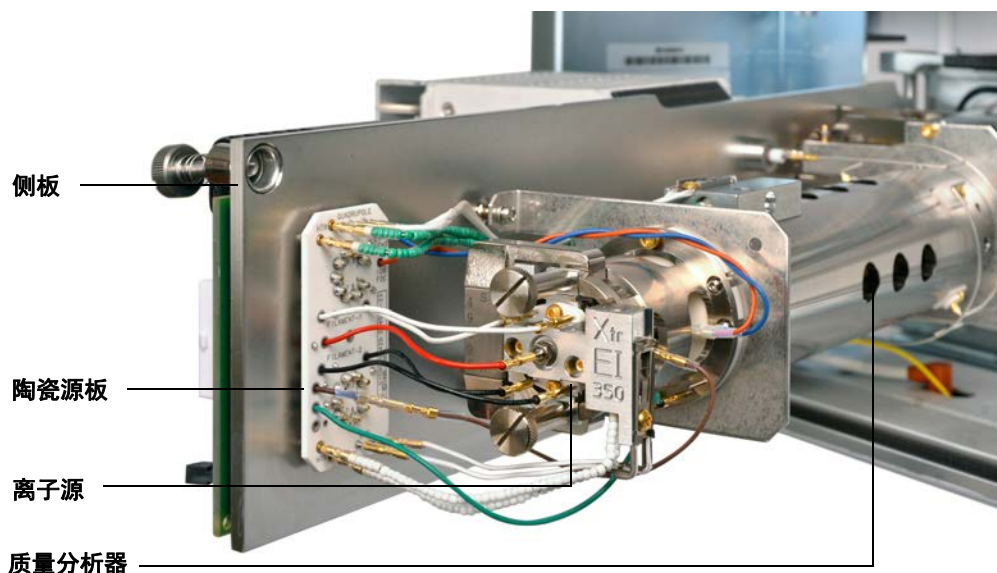

图 34 Inert+ 型号 MSD 分析器腔体
- 3 如果分析器侧板指旋螺钉已拧紧，请松开它们。（请参阅图 34（第 119 页）。）